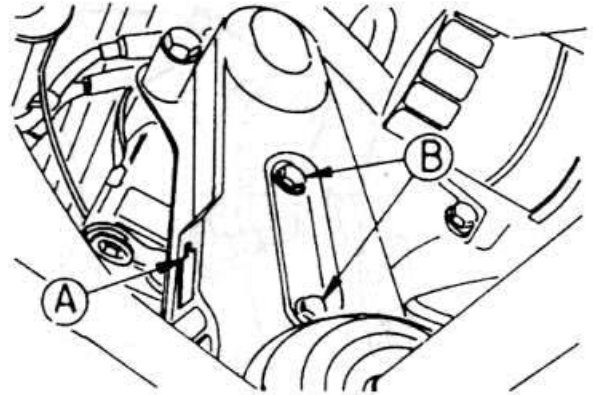

Рис. 3.7
- ◆ Отсоедините от датчика вилку разъема электрического провода (см. рис. 3.7).